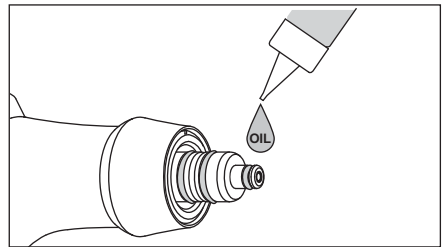

Fig.15
- 1) Seque el anillo "O" del depósito de polvo y acondiciónelo bien aplicando una pequeña gotita de aceite con el aceite del goterito accesorio y distribúyalo con el dedo adecuadamente en toda su extensión. (Fig. 15)